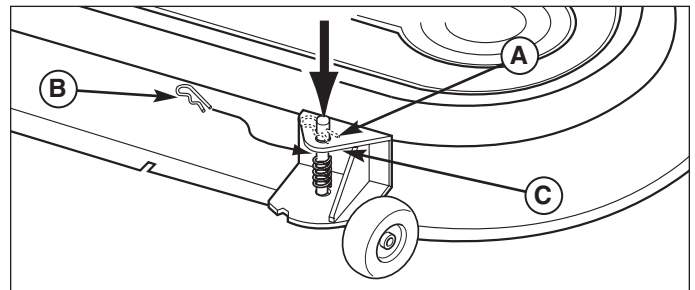

Figure 50. Réglage des roulettes-guides
1. Retirer l'agrafe en épingle à cheveux (A, B, figure 50).
2. Pour la position haute, installer l'agrafe (A) à travers l'axe au-dessus du support (C). Pour la position basse, appuyer sur le dessus de l'axe et installer l'agrafe en épingle à cheveux (B) sous le haut du support (C).